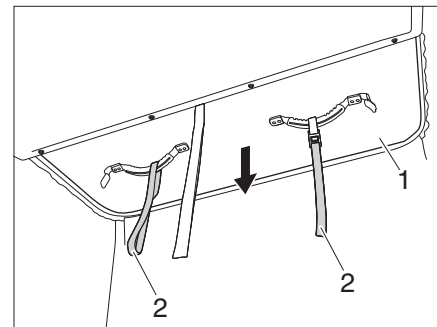

Bild 12 Aufstelldach nach unten ziehen
- Aufstelldach (Bild 12,1) mit Blick in Richtung Heck an den Ziehvorrichtungen (Bild 12,2) **langsam** nach unten ziehen und beobachten, ob der Stoffbalg sauber nach innen fällt.